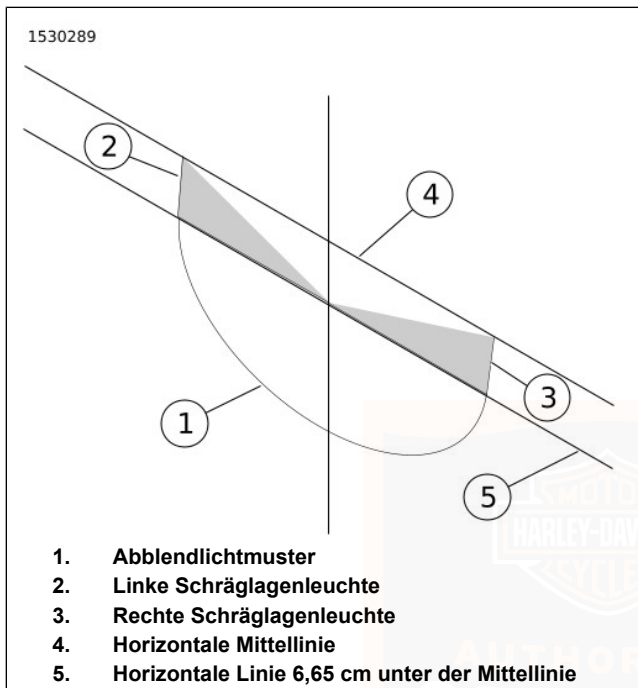

Abbildung 81. Schräglagenbeleuchtungsmuster
Siehe Abbildung 81. Wenn die Schräglagenleuchten nicht wie dargestellt ausgerichtet sind, ist eine Anpassung erforderlich.
2. Siehe Abbildung 81. Vertikale Einstellung.